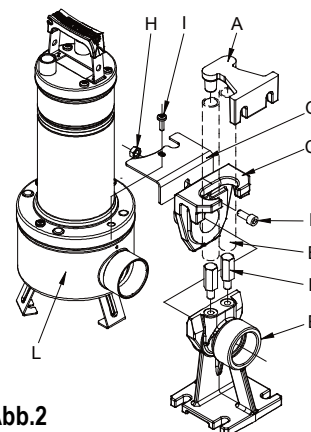

Abb.2
Für Festinstallationen empfiehlt sich die Anwendung einer Hebevorrichtung DSD2 (auf Anfrage lieferbar - **Abb.2**), um Wartungsarbeiten an der Elektropumpe zu erleichtern. Diese Vorrichtung, die zwischen der Förderöffnung der Elektropumpe und der Rohrleitung eingefügt
Der Stützfuß wird auf dem Boden des Behälters positioniert und mit entsprechend zu bemessenden Expansionsschrauben befestigt. Der Rohrführungsbügel wird am oberen Teil des Schachts positioniert und am Ende von zwei Rohren 3/4" (nicht in der Lieferung enthalten), die als Rutsche dienen, eingeführt. Die beiden Rohre verbinden den Bügel mit dem Stützfuß. Den Basisbügel so in der Nähe der Auslaßmündung ausrichten, daß er den Filter der Pumpe berührt, und mit den beiden Schrauben für die Befestigung des Filterdeckels fixieren. Die obere Schraube des Flanschs von der Seite des Auslasses (I) her ausbauen. Die Drehsperre (G) einbauen. Die Schraube (I) wieder einschrauben. Den Schlitten vom Kopplungsfuß ausbauen und mit der Auslassmündung der Pumpe verbinden. Unter Verwendung der Schraube F und der Mutter H den Schlitten an der Pumpe befestigen, wie in der Abbildung gezeigt. Die Gruppe bestehend aus Schlitten/Pumpe wieder am Fuß positionieren (Abb.2).